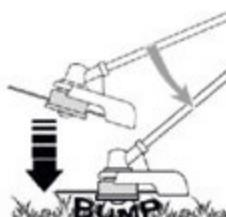

Рис. 19
10. Если вы используете катушку с леской, необходимо лагло ударить о поверхность земли (рис. 19), для автоматического выброса лески из катушки.